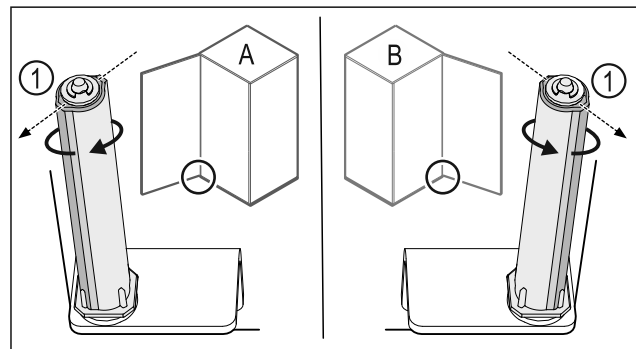

Fig. 23 Levý doraz (A) / pravý doraz (B)
- ▶ Otáčejte uzavíracím systémem proti odporu, dokud nebude lamela uzavíracího systému Fig. 23 (1) ukazovat směrem ven.